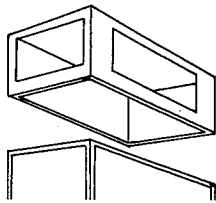

Bild 1
- durch die Ausführung "Plenum", versehen mit vier seitlichen Öffnungen, die mittels Drehen beweglicher Flügel so geregelt werden könnten, daß der Luftstrom in die gewünschte Richtung gerichtet wird (vgl. Bild 1).